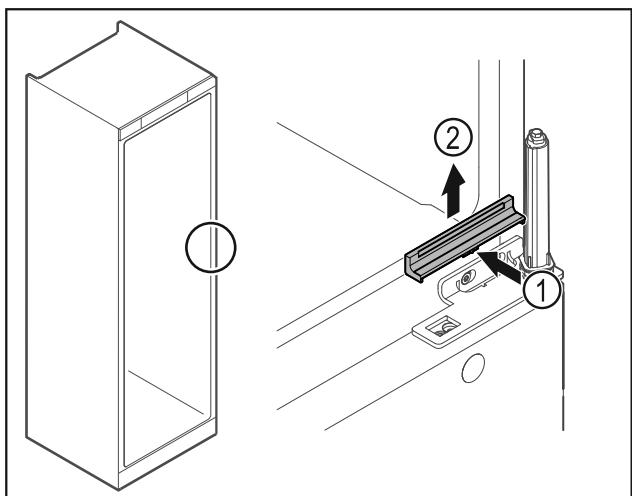

Fig. 26
- Натиснете леко навътре капака Fig. 26 (1) в средата и го свалете нагоре Fig. 26 (2).